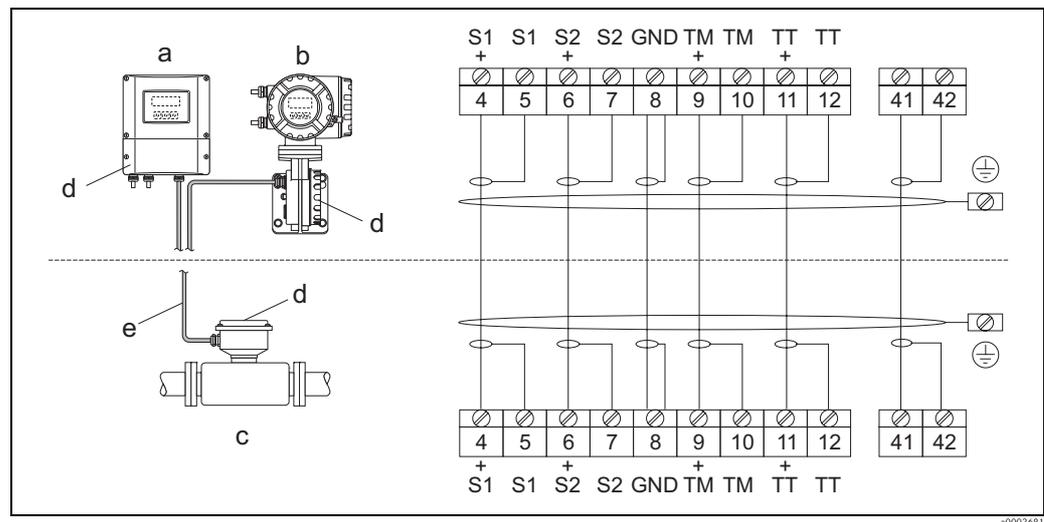

Fig. 21: Connessione della versione separata
3. Realizzare le connessioni tra sensore e trasmettitore in base allo schema elettrico (v. Fig. 21 o allo schema elettrico presente nel coperchio).